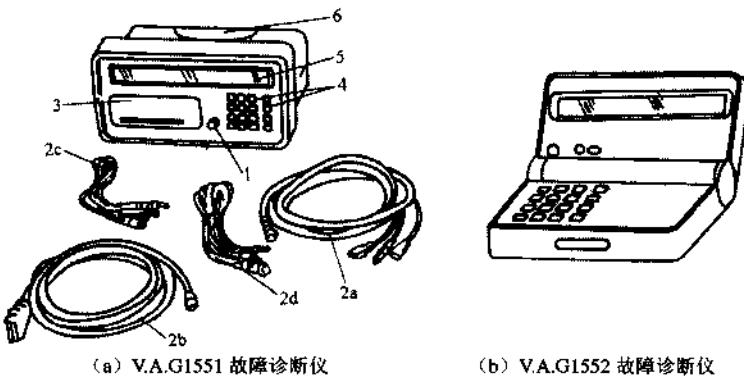

图 2.29 V.A.G1551 故障诊断仪和 V.A.G1552 故障诊断仪
V.A.G1551 故障诊断仪如图 2.29 (a) 所示，V.A.G1552 故障诊断仪如图 2.29 (b) 所示。V.A.G1551 和 V.A.G1552 使用操作方法是完全相同的，区别在于 V.A.G1552 故障诊断仪中没有打印功能。